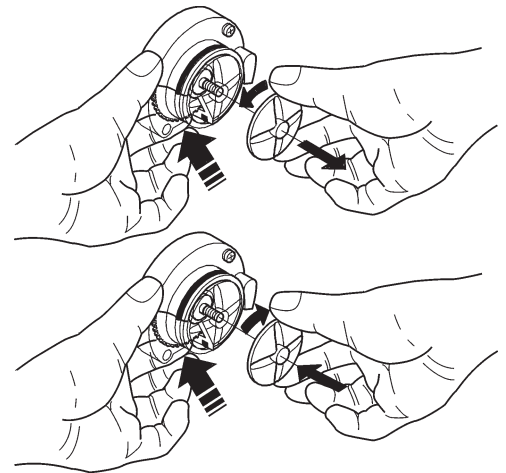

Fig. 24
- para desmontar las hélices es suficiente bloquear con un dedo (véase la fig. 24) el disco montado en el árbol del motomezclador